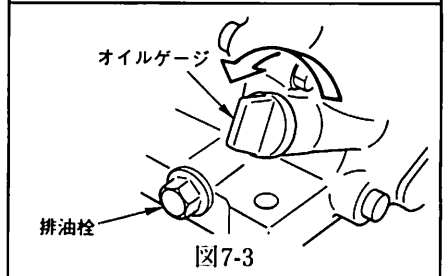
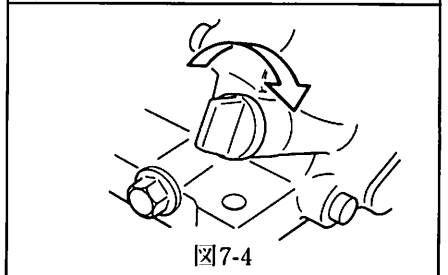

図7-3
図7-4
- ①オイルゲージを外します。(図7-3参照)
- ②排油栓を外し、オイルを抜きます。
- ③排油栓をスパナで固く締付けます。
- ④新しいエンジンオイル5W-20、または10W-30を(容量1.65ℓ)注入してください。
- ⑤オイルゲージを時計方向に確実にねじ込んでください。(図7-4参照)